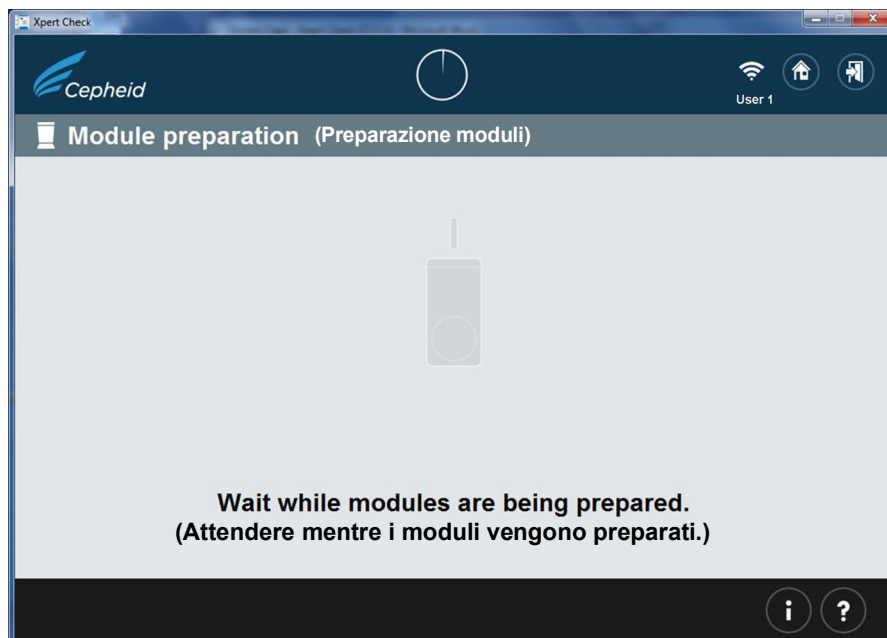

Figura 2-10. Schermata Preparazione moduli
- Dopo aver aperto tutti gli sportelli dei moduli, toccare o fare clic sul pulsante con la freccia avanti in basso nella schermata. È possibile che appaia la schermata Preparazione moduli (Module preparation) con il messaggio **Attendere mentre i moduli vengono preparati (Wait while modules are being prepared)** (vedere la Figura 2-10).